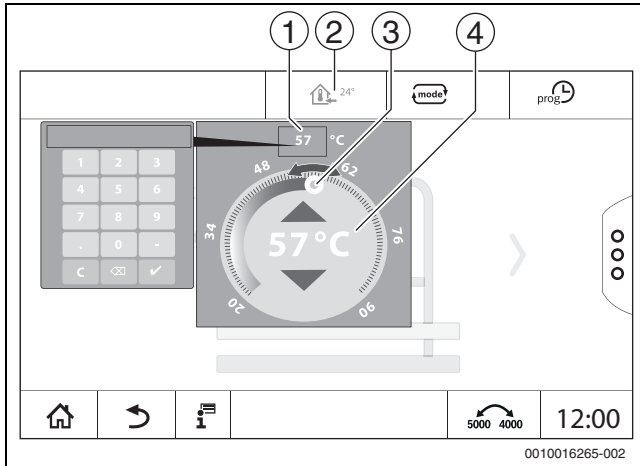

Fig. 19 Setarea temperaturii (exemplu)
- ▶ Atingeți simbolul de temperatură (→ Fig. 19, [2]).
- ▶ Apăsați cursorul circular (→ Fig. 19, [3]) și mențineți-l apăsat în timp ce îl deplasați către temperatura dorită. Temperatura este afișată în circuit.
- ▶ Apăsați afișajul pentru temperatură (→ Fig. 19, [1]) și introduceți temperatura cu ajutorul tastaturii numerice care apare.